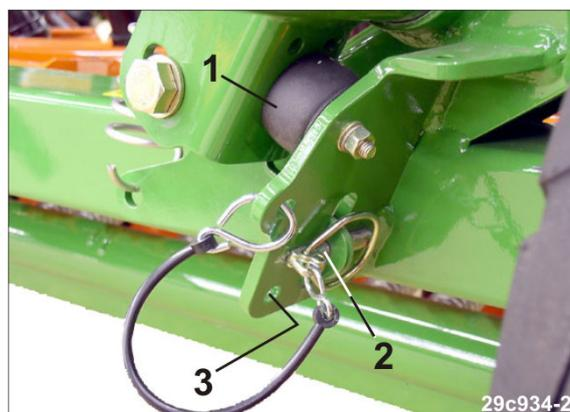

Рис. 166
- 3.1 Прижмите консоль маркеров к резиновому буферу (Рис. 166/1).
- 3.2 Крепко удерживая маркер, извлеките шплинт с кольцом (Рис. 166/2) и вставьте его в парковочное положение в отверстие (Рис. 166/3).